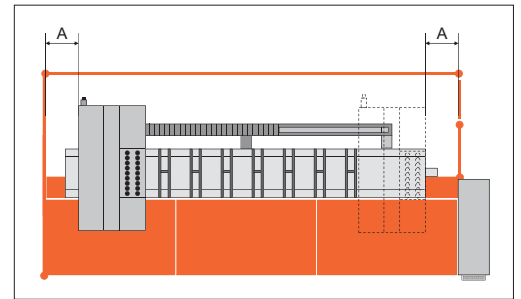

Bild 4: Feste Schutzeinrichtung auf drei Seiten. Die Gefahrenzone kann nur von vorne betreten werden, zum Beschicken/Entladen.
7. Ist die Maschine so aufgestellt, dass seitlich zwischen beweglichen Teilen der Maschine und der festen Schutzumwehrung (oder Gebäudeteilen) ein Mindestabstand von 500 mm eingehalten ist? (Bild 4)
- seitlich und hinten eine mindestens 1800 mm hohen feste Schutzwand oder feste Gebäudeteile (Bild 4)